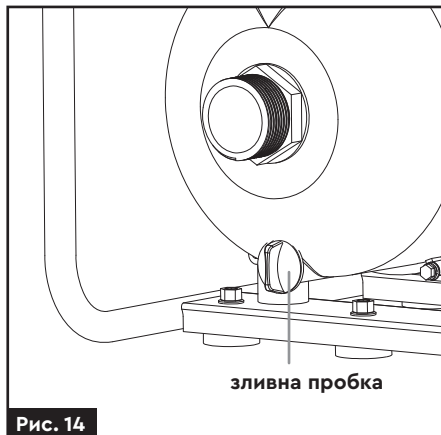

Рис. 14
- По можливості, продуйте систему водопостачання стисненим повітрям (рис. 14).